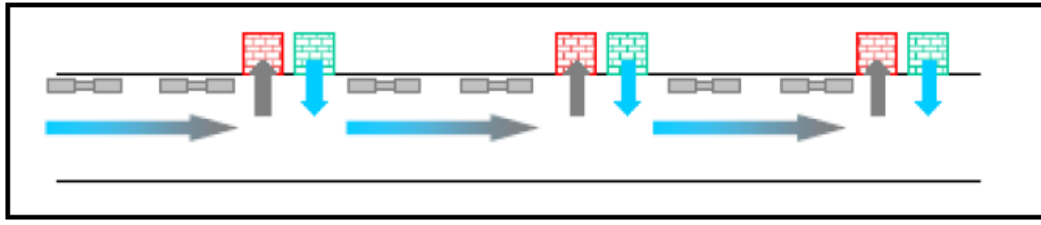

Figura 11 – Ventilación longitudinal
- Los ventiladores axiales de impulsión y extracción de aire están situados en pozos cada 600 m, que corresponde a la longitud del cantón de ventilación (**Figura 11**);